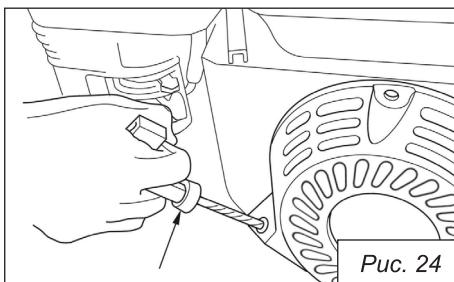

Рис. 24
6. Возьмитесь за ручку стартера и медленно потяните до появления ощущения сопротивления, затем потяните ручку стартера резким рывком (рис. 24).